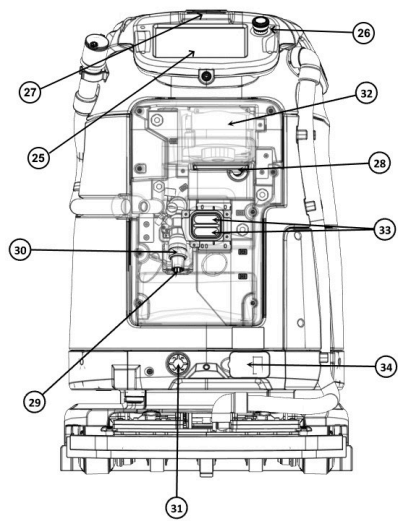

Figure 4
- 25. skrin tat-touch (Figure 4)
- 26. waqfa ta' emerġenza (Figure 4)
- 27. kamera RGB ta' fuq (Figure 4)
- 28. fetha tal-ilma nadif (Figure 4)
- 29. fetha tal-ilma mormi (Figure 4)
- 30. valv tal-ballun (Figure 4)
- 31. valv tal-ilma nadif (Figure 4)
- 32. mutur tal-vakwu (Figure 4)
- 33. kuntatti tal-iċċarġjar (Figure 4)
- 34. għata tal-port (Figure 4)